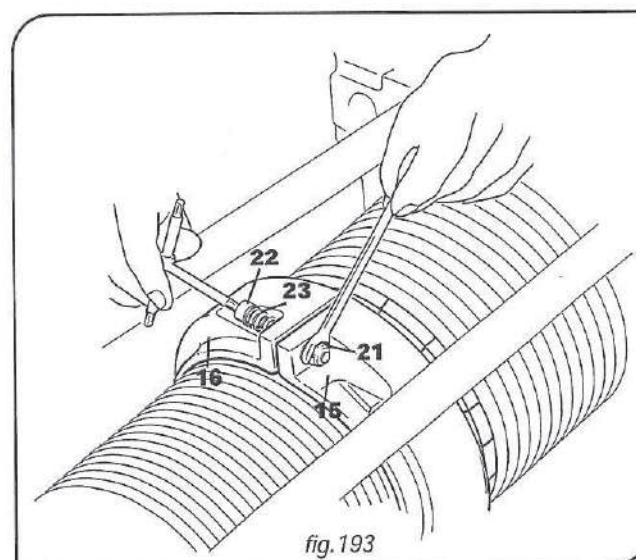

fig.193
11. Desatornillar las tuercas -21- quitar los tornillos -22- y respectivos resortes -23- de las dos semi-abrazaderas -15-16- (fig. 193).
10. Desatornillar las tuercas -21- quitar los tornillos -22- y respectivos resortes -23- de las dos semi-abrazaderas -15- y -16- (fig. 193).